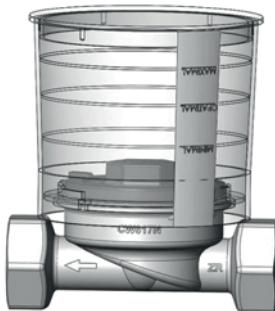

Abb. 1
2. UPT werden mit eingelegtem Dichtring und fest eingeschraubtem Deckel ausgeliefert (siehe Abb. 1). Bei UPT mit Gewindeanschluss weiter mit Ziff. 3. Bei UPT mit Lötanschluss: Einputzhilfe, Deckel und Dichtring entfernen. Anschlüsse löten und abkühlen lassen. L-Dichtring ins UPT unterhalb des Kopfgewindes in die dafür vor-gesehene Nut einlegen, den Deckel sorgfältig dichtschauben und Einputzhaube montieren (siehe Abb. 2).